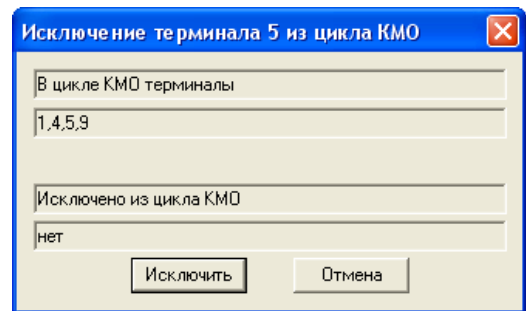
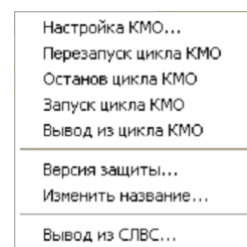
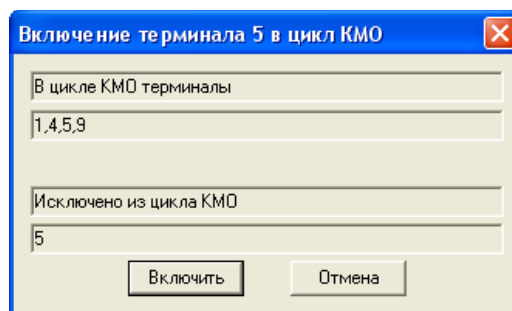

Рис. 42 Панель вывода терминала из цикла КМО
Рис. 43 Меню настройки
Рис. 46 Панель включения терминала в цикл КМО
После запуска программы «Монитор РЗА» и выбора терминала в списке панели доступа (см. рис. 17), двойным щелчком правой клавиши мыши открывается меню настройки, показанное на рис. 43. После выбора команды «Вывод из цикла КМО» появится панель вывода терминала из цикла КМО, показанная на рис. 42. В верхней строке панели дан список номеров терминалов входящих в цикл КМО, которые настроены в таблице списка терминалов КМО (см. рис. 21). В нижней строке – список номеров терминалов, выведенных из цикла КМО для проверок.
В меню настроек (см. рис. 43), по команде «Ввод в цикл КМО», вызывается панель включения терминала в цикл КМО, показанная на рис. 46.
5. отключается разъём Vbnet (при необходимости); перед отключением разъёма Vbnet необходимо вывести терминал из СЛВС ЧЯ по команде «Вывод из СЛВС» меню настройки (см. рис. 43).